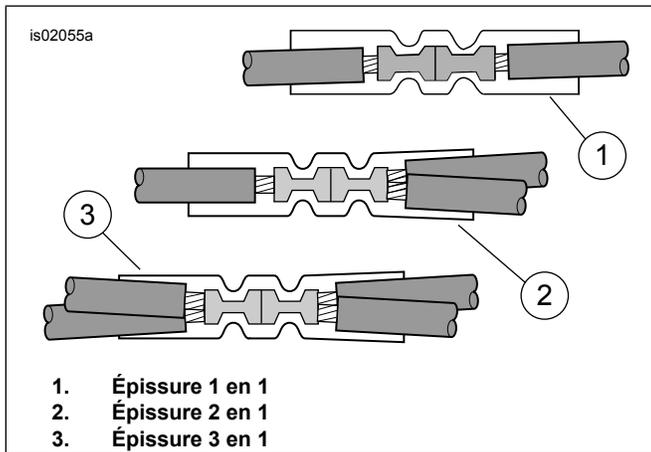

Figure 4. Configurations d'épissure
4. Voir Figure 12. Prendre le connecteur bout à bout scellé bleu (13) dans le kit. Voir Figure 4 pour la configuration d'épissure 2 en 1. Épisser le conducteur d'alimentation du faisceau de fils du récepteur satellite sur les fils orange/blanc du faisceau principal selon les instructions contenues dans l'annexe du manuel d'entretien.
6. Voir Figure 12. Prendre le connecteur bout à bout scellé rouge (12) dans le kit. Voir Figure 4 pour la configuration d'épissure 1 en 1. Épisser le conducteur d'alimentation du faisceau de fils du récepteur satellite sur le fil adaptateur selon les instructions dans l'annexe du manuel d'entretien.
3. Voir Figure 12. Prendre le connecteur bout à bout scellé bleu (13) dans le kit. Voir Figure 4 pour la configuration d'épissure 2 en 1. Épisser le conducteur d'alimentation du faisceau de fils du récepteur satellite sur les fils orange/blanc coupés selon les instructions contenues dans l'annexe du manuel d'entretien.
6. Voir Figure 12. Prendre le connecteur bout à bout scellé rouge (12) dans le kit. Voir Figure 4 pour la configuration d'épissure 1 en 1. Épissurer le conducteur d'alimentation du faisceau de fils du récepteur satellite sur le fil adaptateur selon les instructions dans l'annexe du manuel d'entretien.
3. Voir Figure 12. Prendre le connecteur bout à bout scellé bleu (13) dans le kit. Voir Figure 4 pour la configuration d'épissure 2 en 1. Épissurer le conducteur d'alimentation du faisceau de fils du récepteur satellite sur les fils orange/blanc du faisceau principal selon les instructions contenues dans l'annexe du manuel d'entretien.